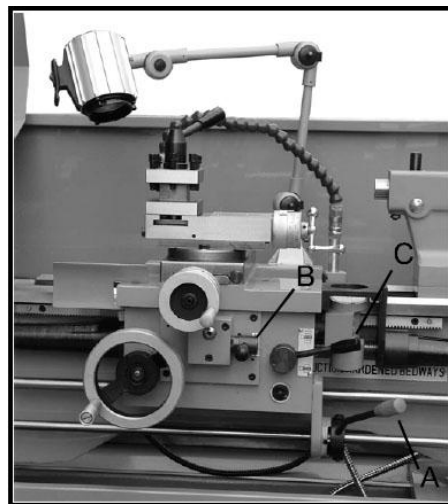

Рис. 21
1. Переключите селектор вперед/назад (А, Рис. 21) вверх или вниз в зависимости от нужного направления.
Переведите рычаг (В, Рис. 21) вправо и вниз, чтобы включить поперечную подачу. Перевод рычага влево и вверх включает продольную подачу.
3. Включите рычаг маточной гайки (С, Рис. 21).